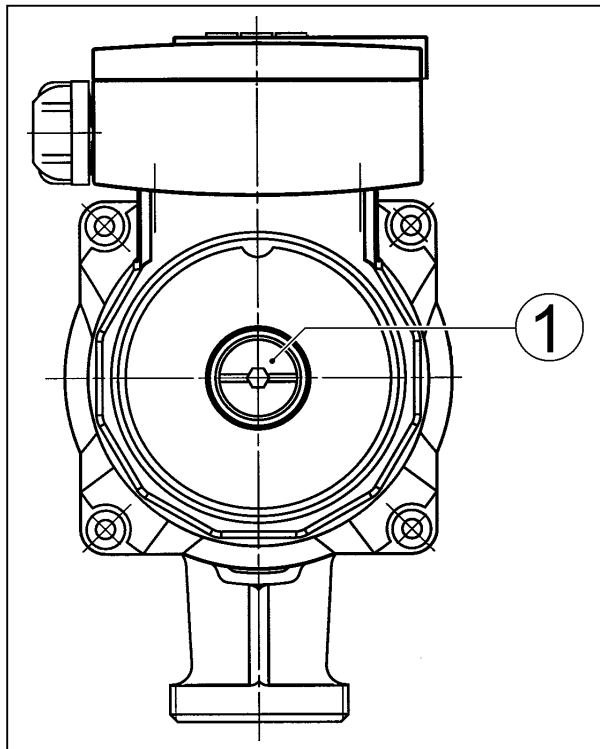

Рис. 1
4.1 Описание насоса (Рис. 1)
- ослабить и осторожно вывернуть винт для удаления воздуха (рис. 1, поз. 1),